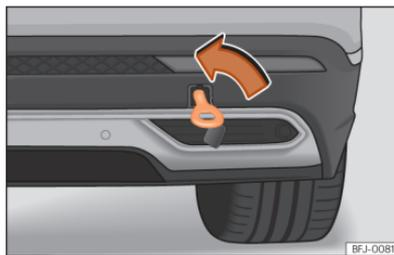

Abb. 227 Auf der rechten Seite des hinteren Stoßfängers: Eingeschraubte Abschleppöse.
- Drehen Sie die Abschleppöse **entgegen dem Uhrzeigersinn** so fest wie möglich in die Aufnahme » (Abb. 227) , » ☹. Verwenden Sie ein geeignetes Hilfsmittel, um die Abschleppöse festzuziehen.